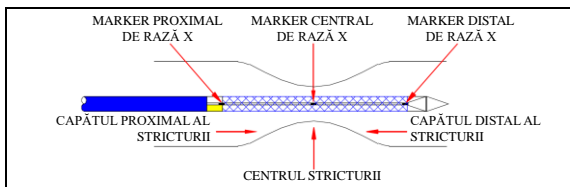

Figura 4
- Atunci când markerul central de raze X ajunge în centrul stricturii țintă, continuați să trageți înapoi conectorul în formă de Y până când stentul este complet instalat. (A se vedea figura 4, 5)
- Atunci când markerul central de raze X ajunge în centrul stricturii țintă, continuați să înaintați către conector până când stentul este complet instalat. (A se vedea figura 4, 6)